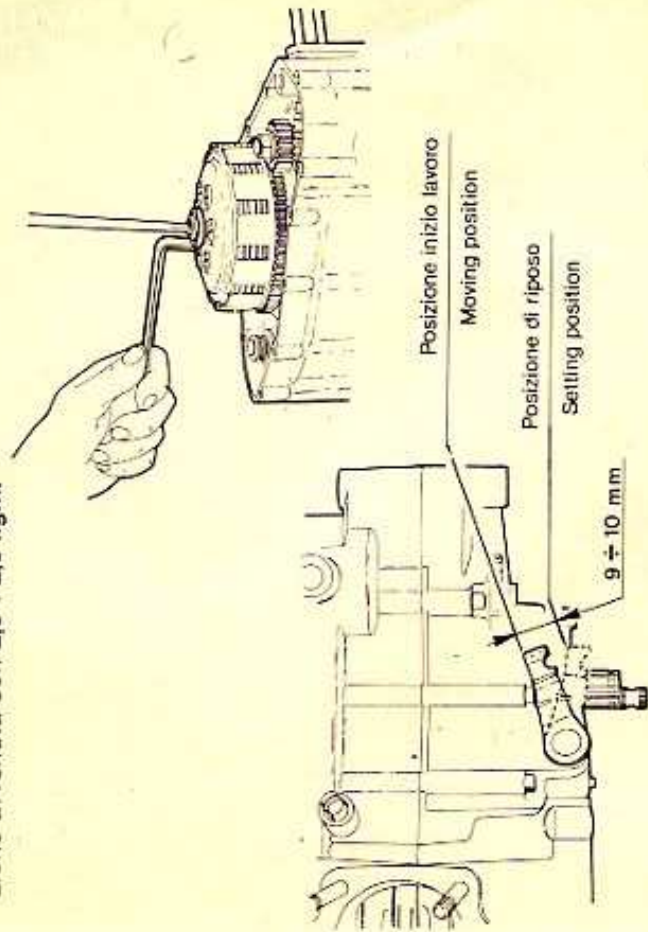

FIG. 46 Registrazione frizione
21) La corretta registrazione della frizione si ha quando la leva di comando ha una corsa di $9 + 10$ mm tra posizione di riposo e posizione di inizio lavoro (fig. 46). Per ottenere tale condizione agire sul registro posto sul disco terminale usando l'apposita chiave (cod. 05.0352.0) e bloccandolo a registrazione avvenuta con $2,6 + 2,8$ kgm.